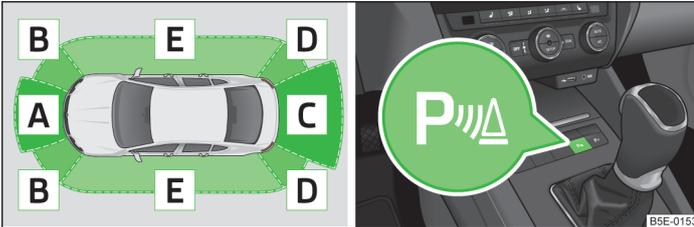

Abb. 129 Reichweite der Sensoren / Systemtaste
- Wenn nach Aktivierung des Systems etwa 3 Sekunden lang ein Warnton ertönt und sich in der Fahrzeugnähe kein Hindernis befindet, dann liegt ein Systemfehler vor. Der Fehler wird zusätzlich durch das Blinken des Symbols **P** in der Taste **» Abb. 129** auf Seite 145 signalisiert. Im Infotainmentdisplay wird **!** bzw. **Δ** im Fehlerbereich angezeigt. Die Hilfe eines Fachbetriebs in Anspruch nehmen.
Das System wird automatisch beim Einlegen des Rückwärtsgangs oder durch Drücken der Symboltaste » Abb. 129 aktiviert. In der Taste leuchtet das Symbol auf, die Aktivierung wird durch ein kurzes akustisches Signal bestätigt.
Bei Fahrzeugen mit werkseitig eingebauter Anhängervorrichtung sind bei Anhängerbetrieb nur die Bereiche und » Abb. 129 des Systems aktiv und es erfolgt keine Fahrbahnanzeige. ■